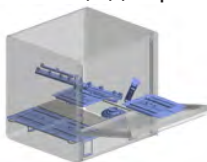

рис. 6
- Если есть поверхностные фильтры, то снимите их и прочистите щеткой под проточной водой (см. рис. 6).